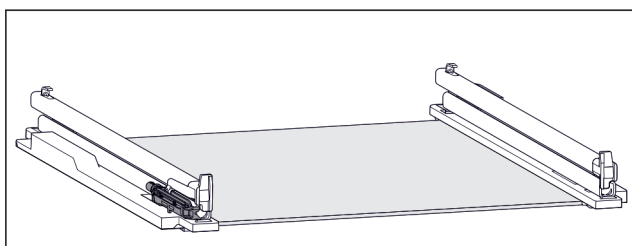

Fig. 113 Tlumicí jednotka
- K levé kolejničce je připevněna tlumicí jednotka. (viz Fig. 113)